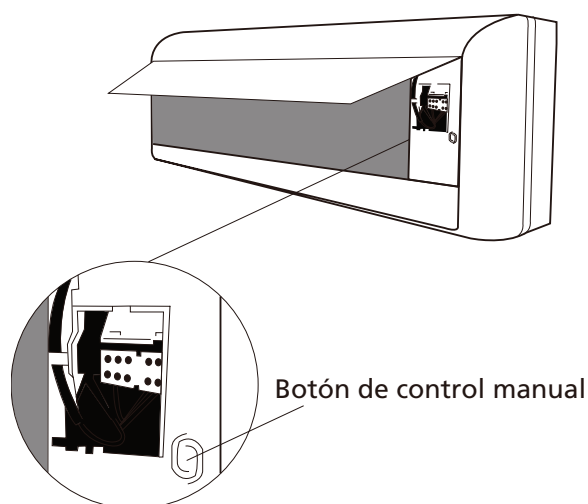

Fig. 8.1
2. El botón de CONTROL MANUAL se encuentra sobre el lado derecho de la unidad. Oprímalo 2 veces para seleccionar la función COOL. Véase **Fig 8.1**.